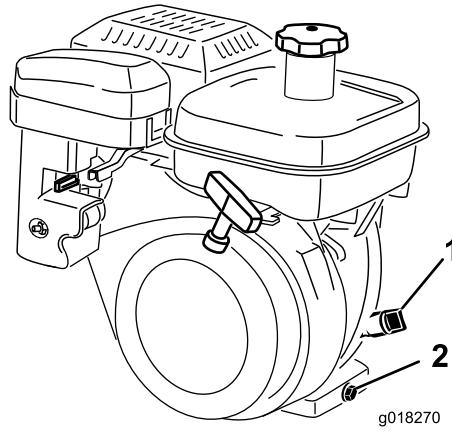

Figure 30
2. Positionnez la machine de sorte que le moteur soit de niveau et nettoyez la surface autour de la jauge d'huile (Figure 30).
3. Dévissez la jauge et retirez-la (Figure 30).
5. Sortez de nouveau la jauge et vérifiez le niveau d'huile. Si le niveau est trop bas, ajoutez suffisamment d'huile pour le faire monter entre les repères « H » et « L » sur la jauge (Figure 30).
- Placez un bac de vidange sous le bouchon de vidange à l'arrière de la machine (Figure 30).